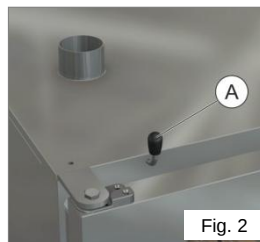

Fig. 2
1.4C Válvula evacuación vahos cámara (Fig. 2)